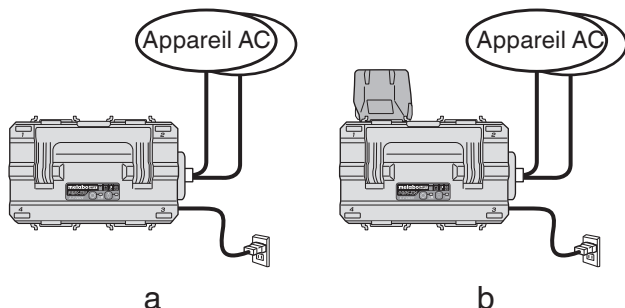

Fig. 9
(1) Sélectionner le paramétrage d'utilisation
- Utilisation d'un appareil AC avec du courant fourni par une prise électrique. (Fig. 9-a)
- Utilisation d'un appareil AC et chargement de batterie avec un courant fourni par une prise électrique. (Fig. 9-b)